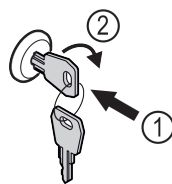

Fig. 131 Primjer izgleda
- Uvucite ključ Fig. 131 (1).
- Okrenite ključ za 90° nadesno Fig. 131 (2).